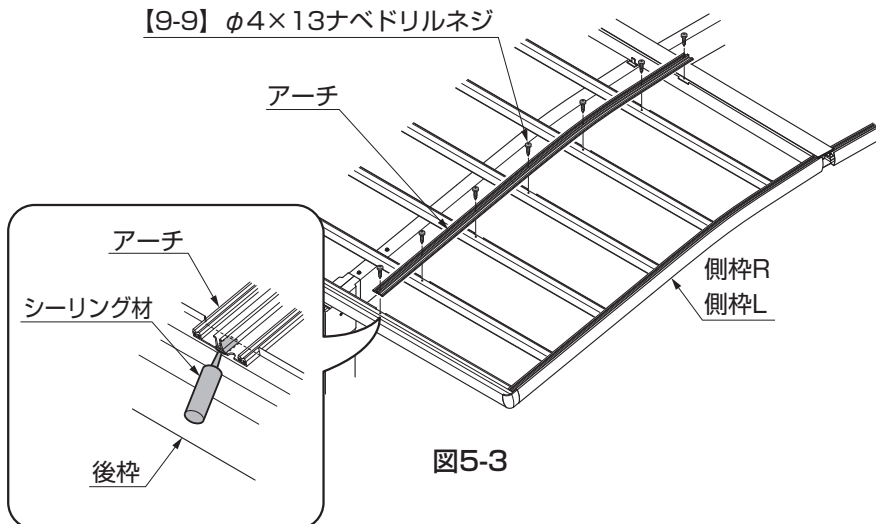
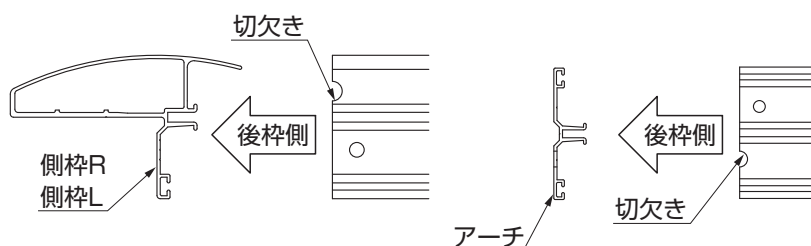

図5-3
図5-4
- 側枠R・側枠Lには左右があります。切り欠きが入っている方を後枠側にしてください。(図5-4参照)
- ③ アーチの前後を確認して、ワイド棟木・後枠・母屋にアーチの穴に合わせて【9-9】で取付けてください。(図5-3、図5-4参照)
- アーチを後枠に取付ける前に、アーチと後枠のすき間にシーリング材を充てんしてください。(図5-3参照)